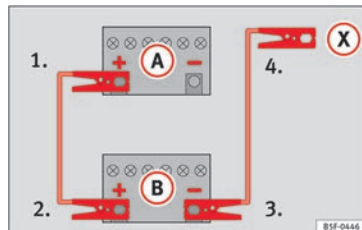

Abb. 75 Anschlussschema für Fahrzeuge ohne Start-Stopp-System.
» Abb. 75.
4. *Bei Fahrzeugen ohne Start-Stopp-System:* ein Ende des *schwarzen* Starthilfekabels an den Massepunkt **(-)** des Strom gebenden Fahrzeugs **(B)** **» Abb. 75** anklemmen.